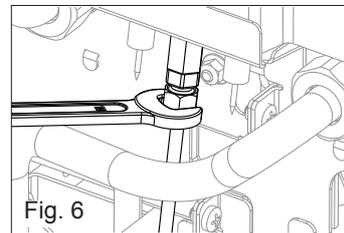

Fig. 6
- Afloje el tubo llama piloto (fig. 6)